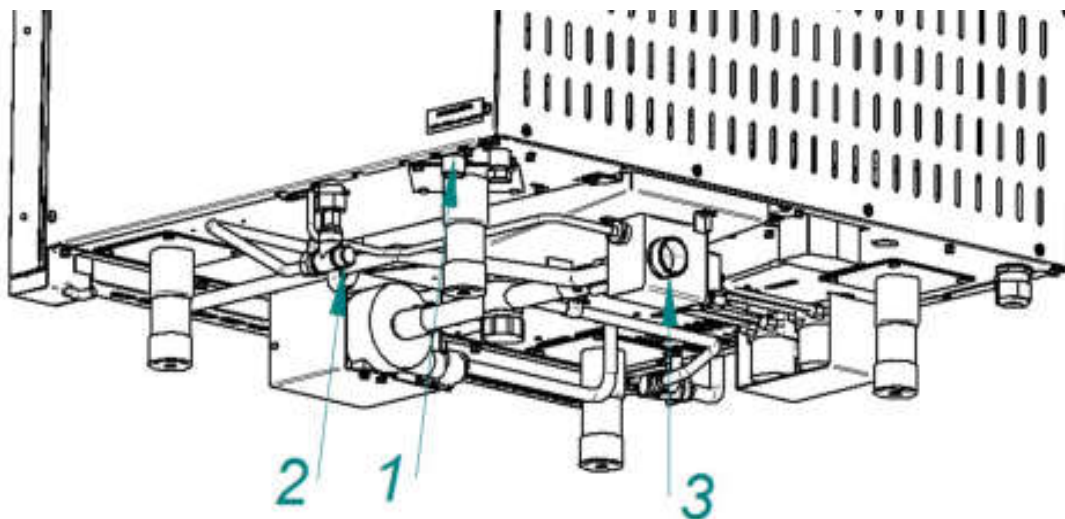
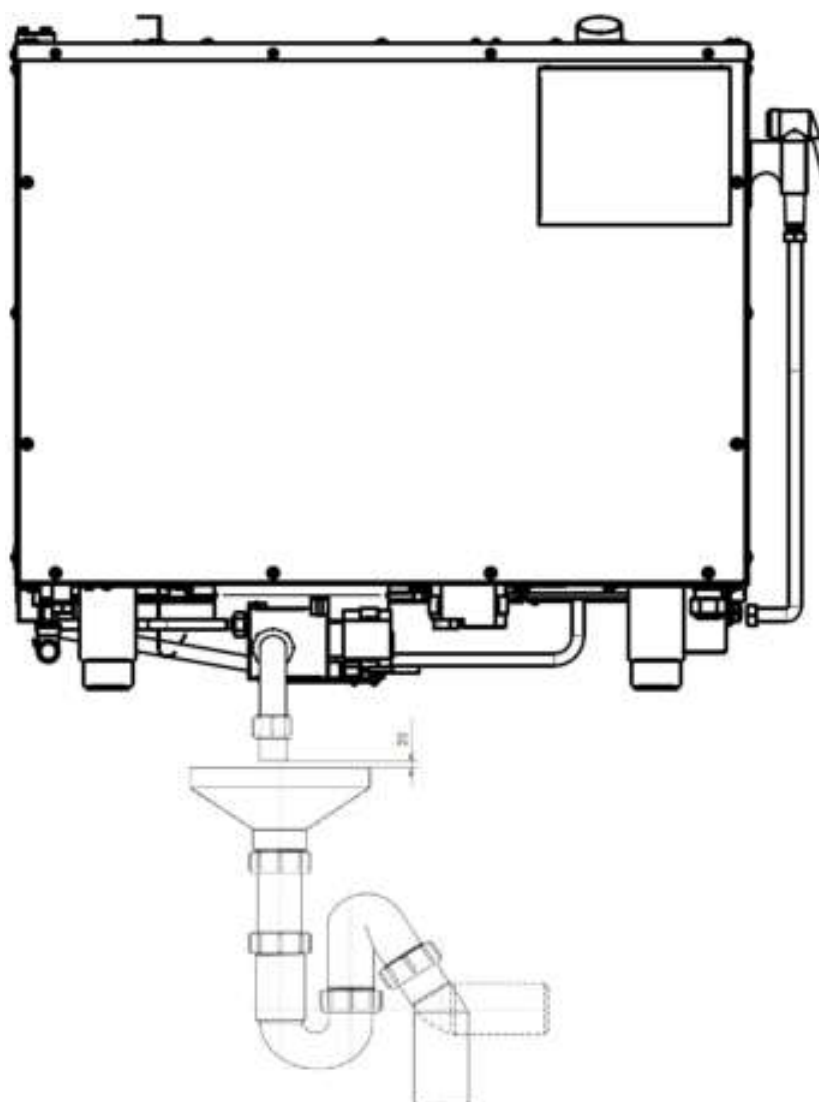

Рис. 3. Подключение к системе водоснабжения и канализации
Рис.4. Подключение к системе канализации
- G3/4 наружная резьба (см. рис.3 поз.1) – парогенератор. Подключать через водоумягчительную установку (водородно-ионного обмена) или фильтр воды. Рекомендуется использовать фильтр BRITA PURITY C300 Quell ST.
- G1/2" наружная резьба (см. рис.3 поз.2) – душевое устройство и охлаждение коллектора. Допускается подключать к неподготовленной воде.
- подключить пароконвектомат к системе канализации (см. рис.4) через соединение резьбой G1¼" (см. рис.3 поз.3). Для подключения в комплект поставки входит труба гибкая K215. Подключение к канализации выполнить с разрывом струи не менее 20мм от верха приемной воронки (СНиП 2.04. 01-85 п. 17.11).